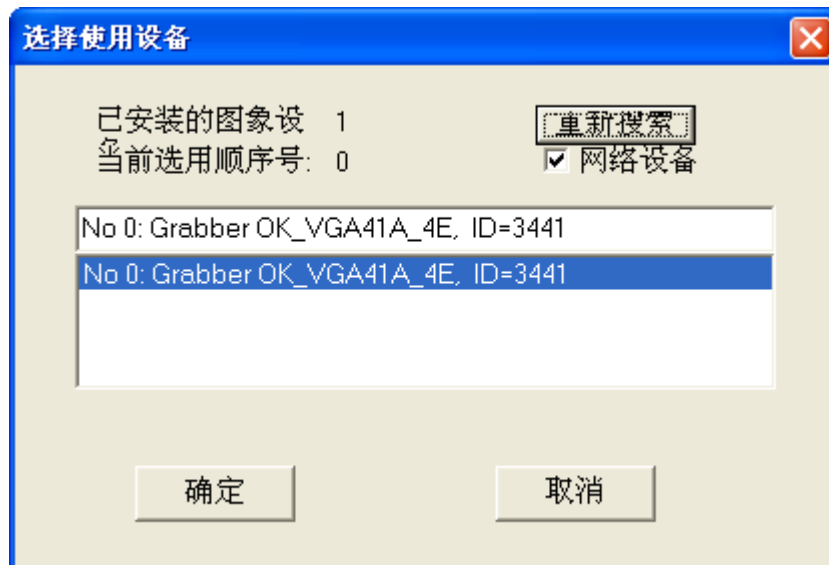

图 4
3. 确认缓存分配成功后，运行 Ok Demo。首先点击“选项”菜单下的“选用图像板”，会弹出如下对话框，选择您要使用的图像卡并确定，如图 4 所示。在设置参数之前需要先选择使用哪块卡，然后按下面的步骤对该卡进行操作，下面以 VGA41A-4E 为例对这类采集卡的使用方法进行介绍。